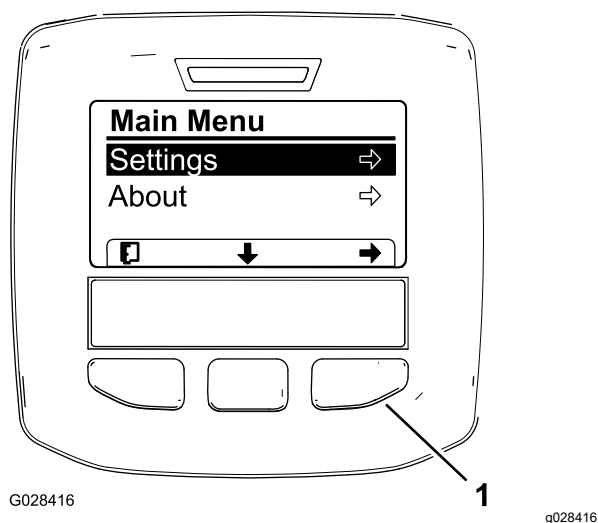
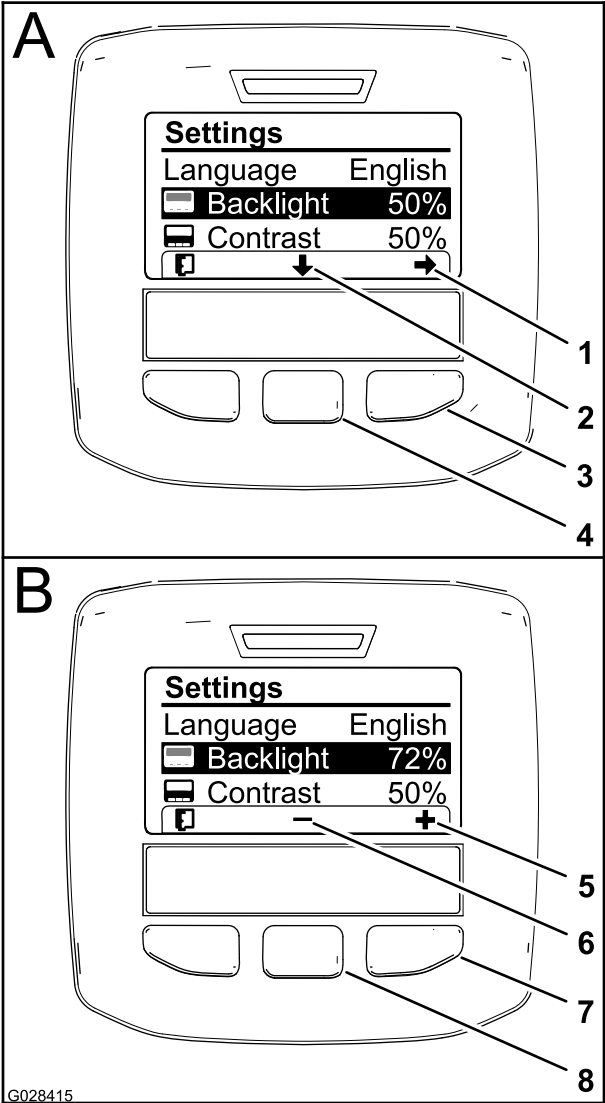

Figura 61
Figura 63
3. Pulse el botón de selección central para acceder al Menú principal (Figura 61).
5. Pulse el botón de selección izquierdo para guardar la selección, salir del menú Configuración y volver al Menú principal (Figura 61).
abajo en la pantalla) para mover la opción seleccionada hacia abajo a Retroiluminación (Figura 63).
3. Pulse el botón de selección derecho para mostrar el menú contextual Ajuste de valor (Figura 63).
4. Utilice los botones de selección central y derecho para modificar el nivel de brillo de la pantalla (Figura 63).
5. Pulse el botón de selección izquierdo (el botón situado debajo del icono de lista de la pantalla) para guardar la selección, salir del menú Retroiluminación y volver al menú Configuración (Figura 63).
6. Para ajustar el nivel de contraste de la pantalla, pulse el botón de selección central (el botón situado debajo del icono de flecha abajo en la pantalla) para mover la opción seleccionada hacia abajo a Contraste (Figura 63).
7. Pulse el botón de selección derecho para mostrar el menú contextual Ajuste de valor (Figura 63).
8. Pulse el botón de selección izquierdo (el botón situado debajo del icono de Lista de la pantalla) para guardar la selección, salir del menú Contraste y volver al menú Configuración (Figura 63).
9. Pulse el botón de selección izquierdo para salir del menú Configuración y volver al Menú principal (Figura 61 y Figura 63).
10. Pulse el botón de selección izquierdo para volver a la pantalla de Inicio (Figura 63).